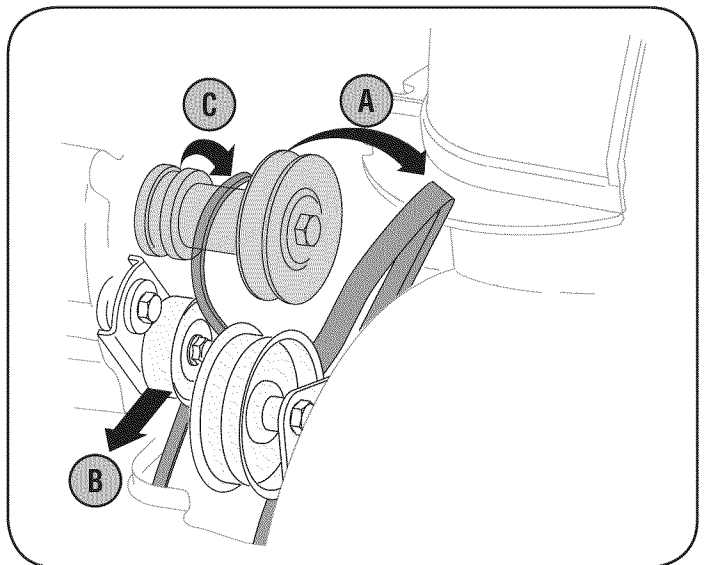

Figura 26
B. Tome la polea loca y gírela hacia la derecha. Vea la figura 26.